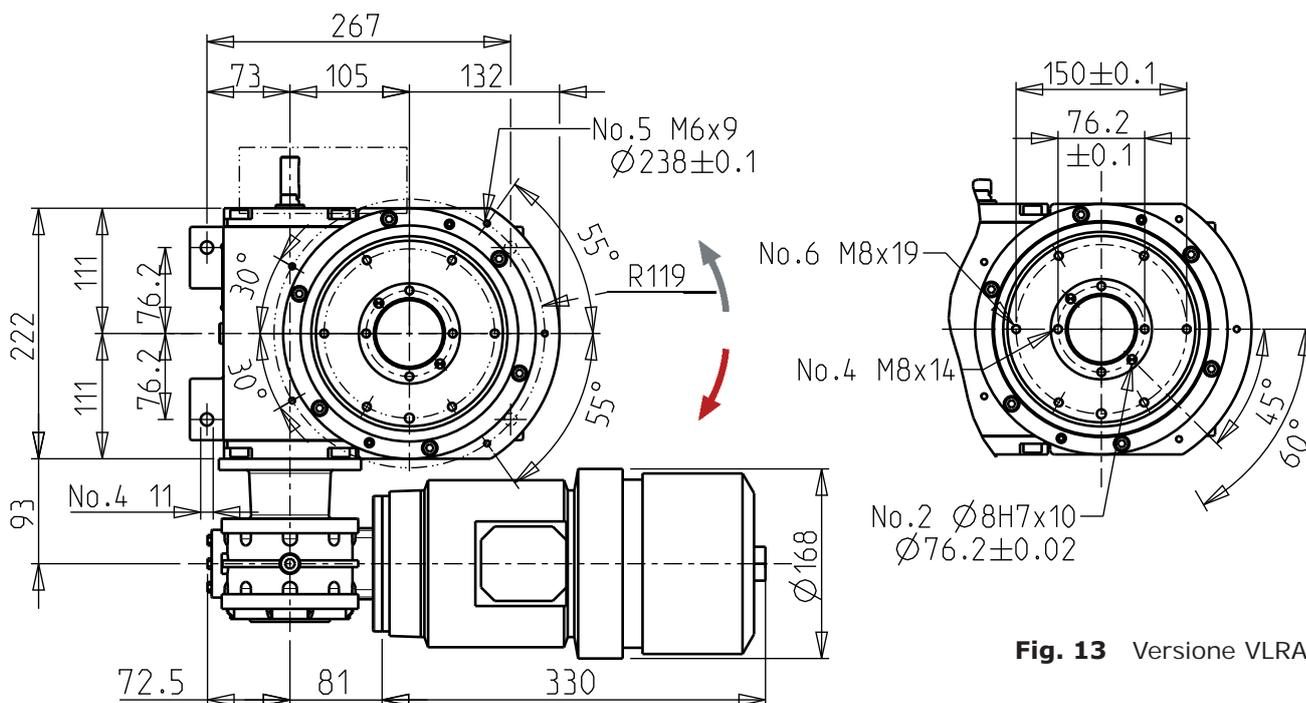

Fig. 13 Versione VLRA.
- I 6 fori M8x19 posizionati sul disco d'uscita sono nella posizione mostrata in Fig. 13 e 14 quando la tavola è nella fase di sosta meccanica in una delle stazioni.